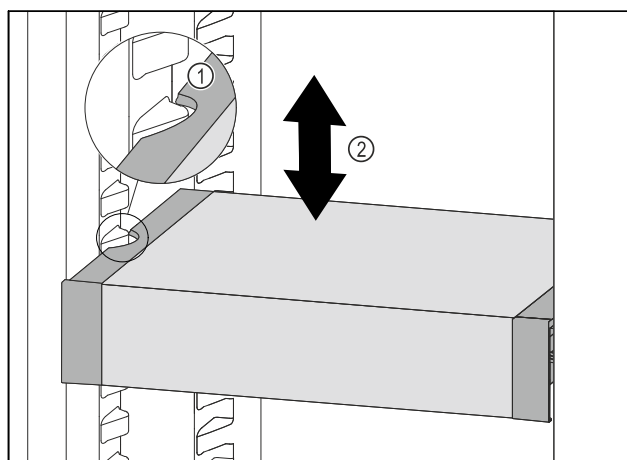

Fig. 77
- Tirer le VarioSafe vers l'avant jusqu'à ce que les encoches latérales du VarioSafe soient à la hauteur de la nervure du bac dans la partie réfrigérateur. Fig. 77 (1)
- Déplacer le VarioSafe vers le haut ou vers le bas dans la partie réfrigérateur jusqu'à ce que la hauteur souhaitée soit atteinte. *Fig. 77 (2)*